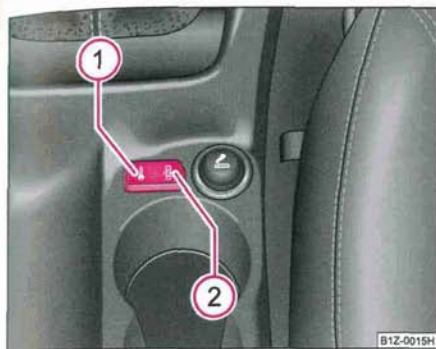

Fig. 28 Console centrale: Touches du verrouillage centralisé
- Appuyez sur la touche ① ⇒ fig. 28. Le symbole  s'allume dans la touche.
- Appuyez sur la touche ② ⇒ fig. 28. Le symbole  s'éteint dans la touche.